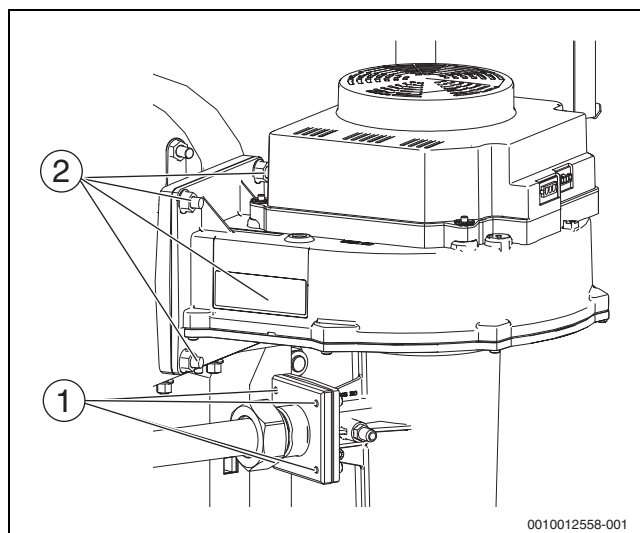

Рис. 62 Демонтаж вентилятора (котлы 150-300 кВт)
- Отсоедините фланец, для чего отверните 4 гайки на трубе Вентури (→ рис. 62, [1]).
- Отсоедините вентилятор, для чего отверните 4 гайки на смесительном колене (→ рис. 62, [2]).